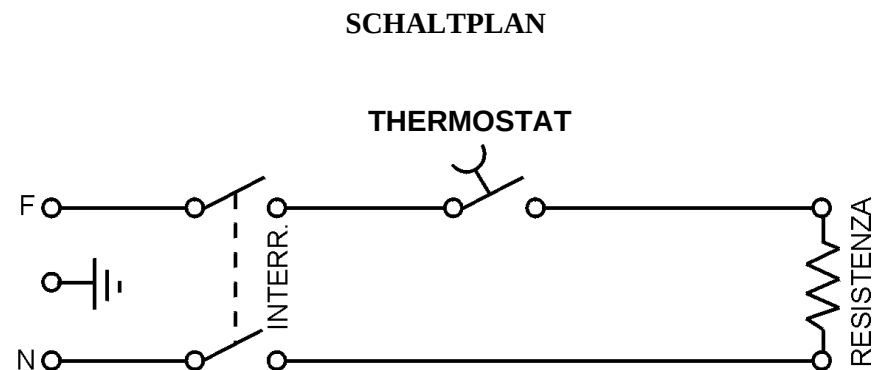

ABB. Nr. 5 - Schaltplan der PIZZA HEIZPLATTE
4.3 - SCHALTERPLAN DER PIZZA HEIZPLATTE (*siehe ABB. Nr. 5*)